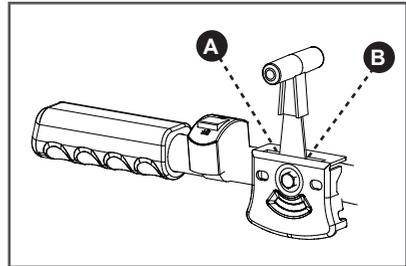

Рис. 29. Положения рычага газа
5. Переведите рычаг газа на 1/3 хода в сторону положения максимальных оборотов двигателя (Рис. 29)
5. Переведите рычаг газа в положение «В» максимальных оборотов двигателя (Рис. 29).
7. Для изменения скорости движения мотоблока на каждой передаче пользуйтесь рычагом газа (Рис. 29).